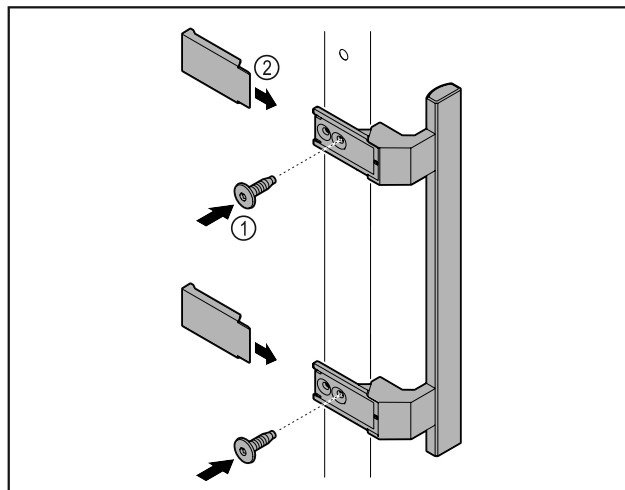

Fig. 42
- Meegeleverde greep met de meegeleverde schroeven Fig. 42 (1) op de deur aanbrengen.
- Afdekplaatje Fig. 42 (2) plaatsen.